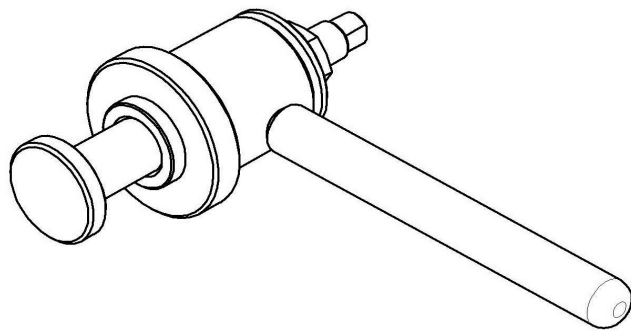

Рис.12 Приспособление для запрессовки манжет.
- используя приспособление для запрессовки манжет (рис.12) установить манжету 1;